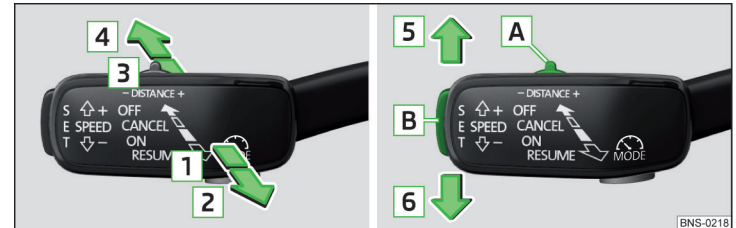

Abb. 284 Bedienungshebel
» Abb. 284
- Die Taste **SET** » Abb. 284 auf Seite 246 drücken.
- **oder:** Den Hebel in die gefederte Stellung **RESUME** » Abb. 284 auf Seite 246 einstellen.
- Den Hebel in die gefederte Stellung **CANCEL** » Abb. 284 auf Seite 246 einstellen.
Die gewünschte Geschwindigkeit wird mit dem Bedienungshebel eingestellt oder geändert » Abb. 284 auf Seite 246.
► Den Schalter **DISTANCE** in die gefederte Stellung – oder + einstellen » Abb. 284 auf Seite 246.
Ein Beschleunigungsvorgang kann jederzeit durch Betätigung des Bremspedals oder den Druckpunkt **CANCEL** am Bedienungshebel » **Abb. 284 auf Seite 246** abgebrochen werden.